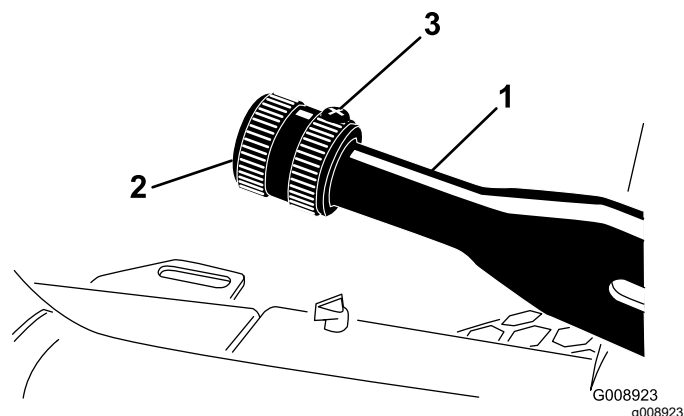

Рисунок 83
2. Ослабьте установочный винт, который крепит ручку к рычагу стояночного тормоза (Рисунок 83).